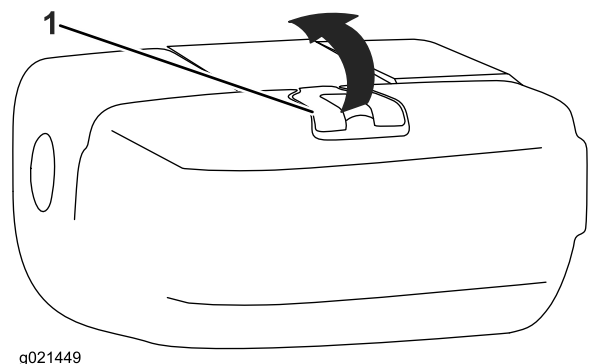

Figura 16
2. Limpie alrededor del tapón del depósito de combustible y retírelo (Figura 16).